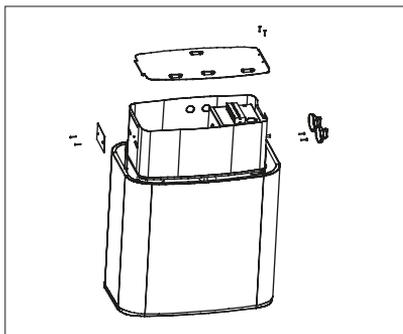

Figure 3.
- Ouvrez les vis de la plaque de recouvrement de l'ajusteur optionnel se trouvant de l'autre côté de la boîte de jonction (Figure 3).